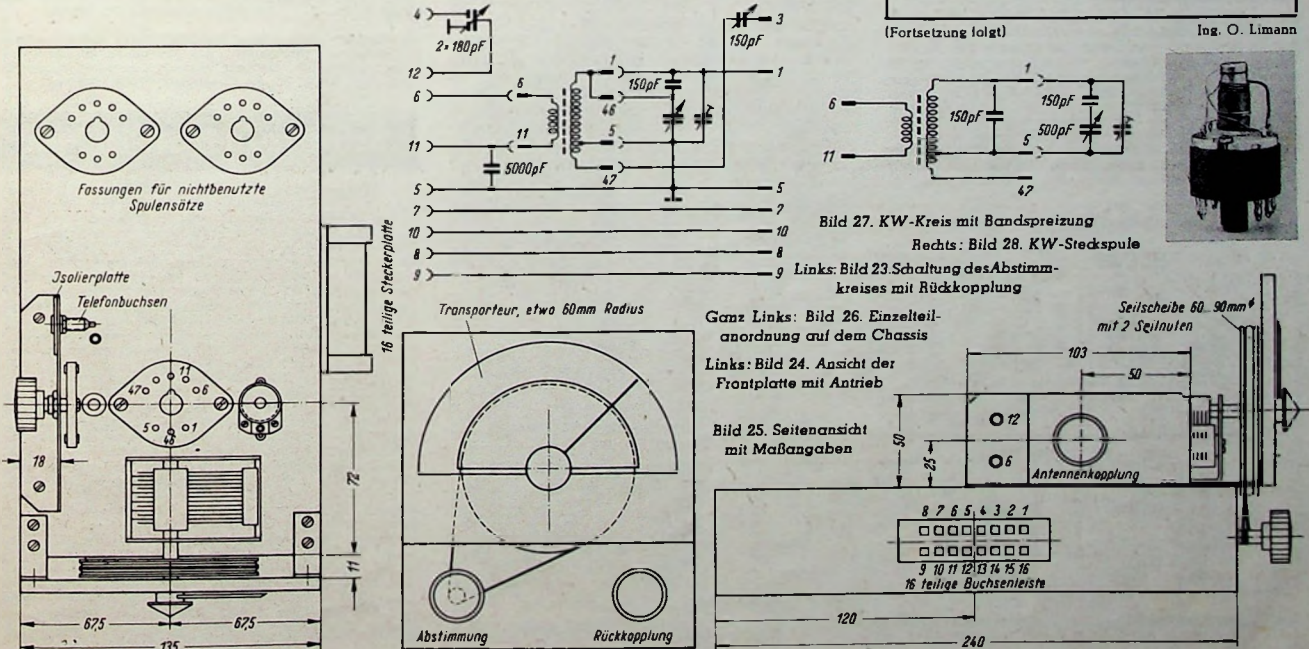

Bild 27. KW-Kreis mit Bandspreizung
11. Kurzwellenspulensätze für verschiedene Kurzwellen-Rundfunkbänder entwerfen und wickeln. Parallel zur Gitterspule wird dabei nach Bild 27 ein weiterer keramischer Festkondensator vorgesehen, um den Bereich einzuengen. Die Resonanzkurven sind gleichfalls aufzunehmen und mit den Messungen unter 9 zu vergleichen.